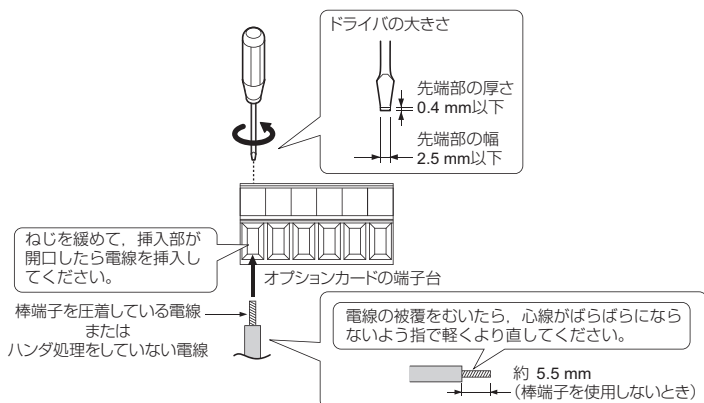
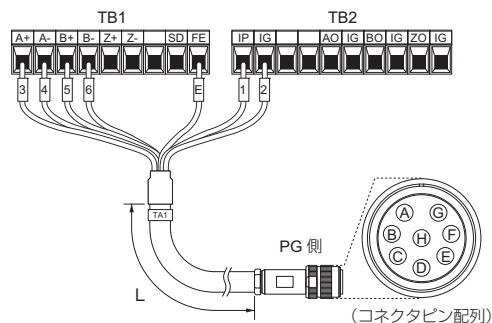

図 17 電線の末端処理と配線
図 22 専用 PG ケーブルの配線例
5. オプションカードの端子台と PG を接続してください。配線については図 17, 図 22 を参照してください。また、接続図については 図 21 を参照してください。端子の詳細については、「端子の機能」(34 ページ) を参照してください。
当社推奨の PG (LMA-□□B-S185Y, コンプリメンタリ出力) と接続する場合の専用 PG ケーブルの仕様と配線例は、図 22 を参照してください。